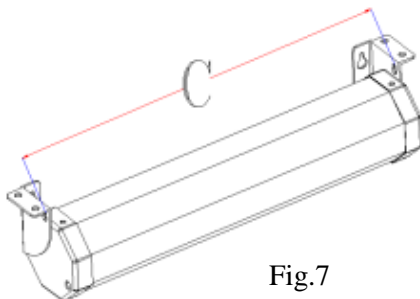

Fig.7
1. Abstand messen (Fig. 7) und die Bohrlöcher markieren/vorbohren.